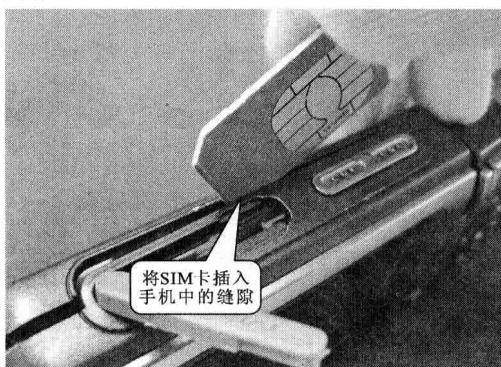

图 1-18 拆卸步骤⑰
步骤⑰ 用手机 SIM 卡插入电池槽的缝隙中，滑动以拆开手机外壳的卡扣，拆卸方法同上，如图 1-18 所示。